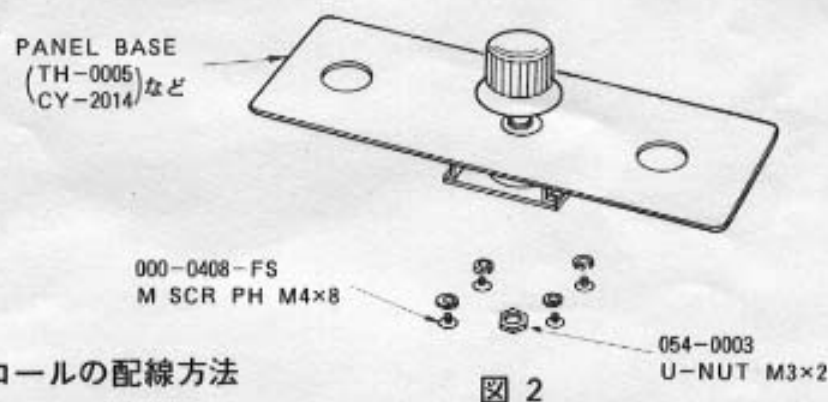

図 2
3. センサーコントロールを、PANEL BASE に到り付けて下さい。(図 2)